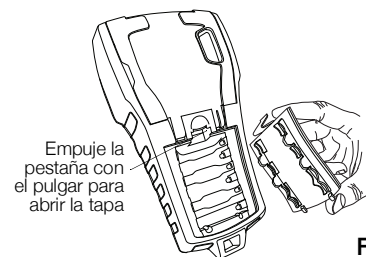

Figura 3
- 1 Empuje la pestaña de la parte trasera de la rotuladora con el pulgar para retirar la tapa del compartimento de la batería. Consulte la Figura 3.